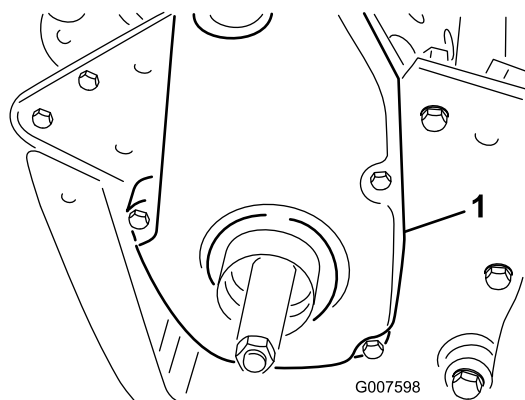

Figura 37
6. Togliete il paracinghia posteriore dal lato destro della macchina (Figura 37).